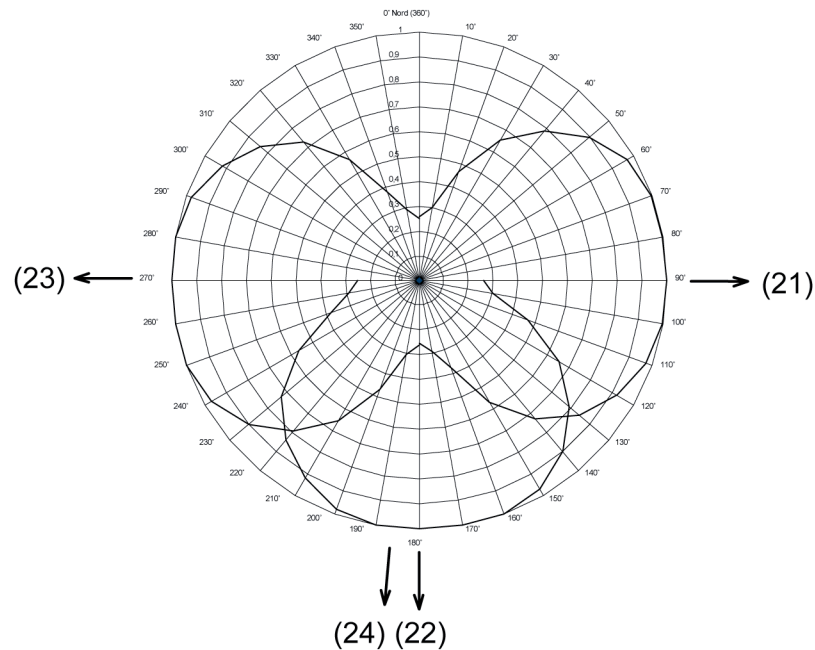

Bild 13: Kreisdiagramm Helligkeitserfassung
Für die Erkennung der Dämmerung ist in der Wetterstation ein eigener linearer Fühler eingebaut, der die Beleuchtungsstärke aus Richtung des Helligkeitssensors 2 (24) (Bild 13) ermittelt. Der Messbereich umfasst 0 ... 674 Lux und wird über ein 2 Byte Objekt versendet. Zur Anzeige der aktuellen Beleuchtungsstärke kann der Messwert bei einer einstellbaren Differenz bezogen auf den Messbereichsendwert gesendet werden. Auch zyklisches Aussenden der Werte ist möglich. Es stehen zwei einstellbare Grenzwerte zur Verfügung, bei deren Überschreiten oder Unterschreiten die Wetterstation jeweils Schaltelegramme aussenden kann. Wahlweise können diese Grenzwerte intern fest eingestellt oder extern zum Beispiel